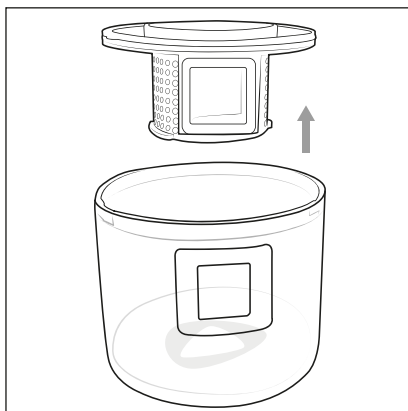

Fig. 6
- 3) Passez la main dans l'ouverture du filtre à poussière **6** et sortez-le du bac à poussière **4** (fig. 6).